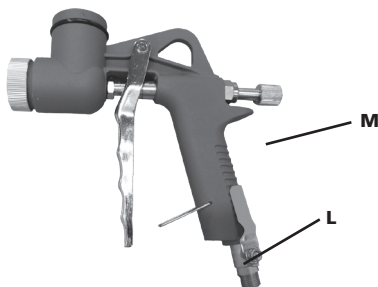

Fig.2
Vrid vredet (M) (Fig.2) för att ställa in produktflödet. Vrid spaken (L) (Fig.2) för att ställa in luftflödet.